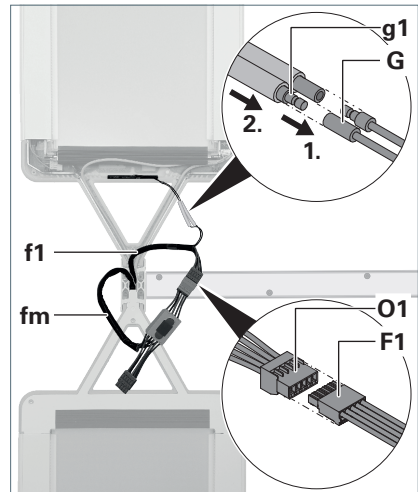

Fig. 21: Versorgungsleitungen verbinden, Antenne anschließen.
15. Verbinden Sie Versorgungsleitung **f1** aus dem Querträger mit der Versorgungsleitung **fm** des Litzensatzes, indem Sie die Buchsenleiste **F1** in die Stiftleiste **O1** stecken, siehe Fig. 21.